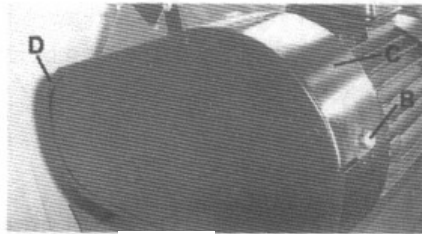

Рис. 6
3. Ослабьте хвостовой винт ремня (D) Рис.6.